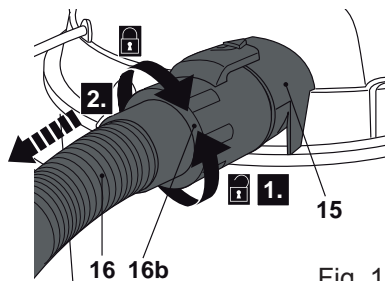

Fig. 15
- > Rode o conector da mangueira (16b) no sentido contrário ao dos ponteiros do relógio a partir da saída de ar (15) para desconectar a mangueira (16) após a utilização (Fig. 15).